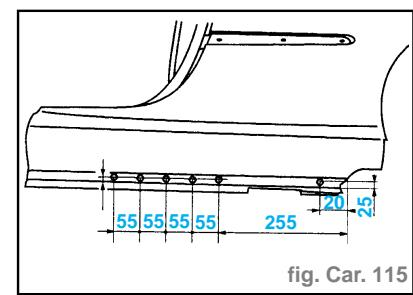

fig. Car. 115
- Percer sur le pourtour de l'aile, des trous de **Ø 6,5 mm** pour soudage ultérieur par points bouchons (fig. Car. 115).